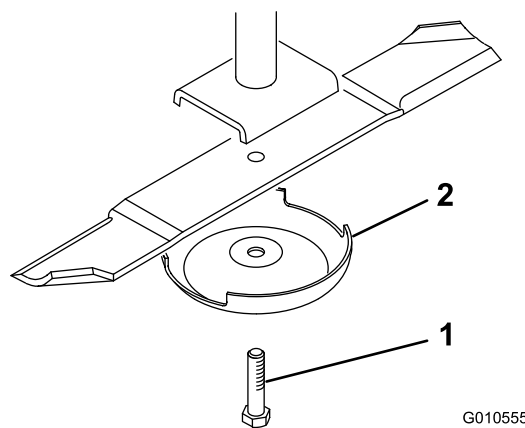

Figura 30
2. Afferrate l'estremità della lama con un cencio o un guanto bene imbottito. Togliete il bullone, la coppa antistrappo e la lama dall'asse del mandrino (Figura 30).